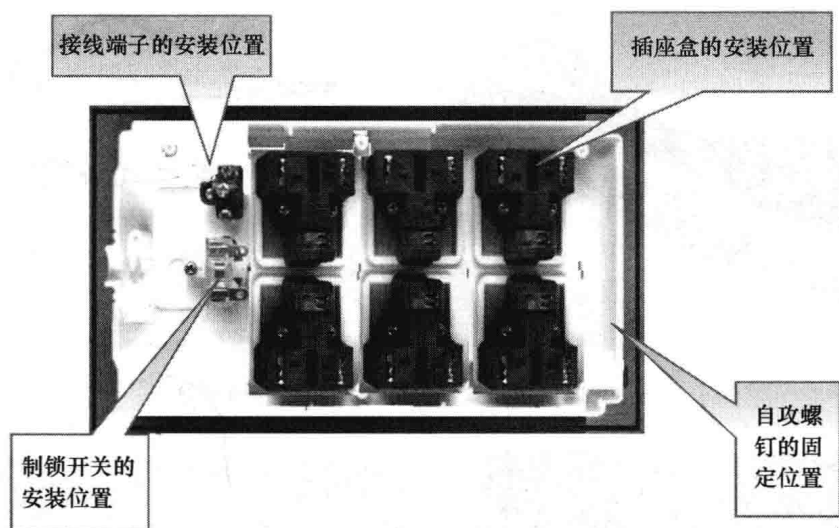

图 1-1-14 电源接线板内部机械安装结构图
- (2) 将插座盒安放到面板相应位置并用自攻螺钉进行固定。
- (3) 将接线端子用自攻螺钉进行固定。
- (4) 将制锁开关用自攻螺钉进行固定。
- 以上安装步骤的第(2)~(4)步的安装效果及位置图可参照图 1-1-14。